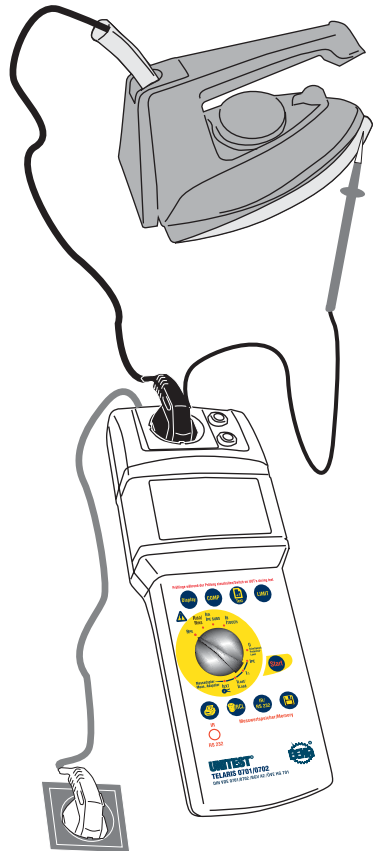

Bild 6.1: Messung des Schutzleiterwiderstandes
- ▶ Schließen Sie den UNITEST TELARIS 0701/0702 mit dem Netzanschlusstecker (1) an eine funktionstüchtige und ordnungsgemäß angeschlossene Schutzkontakt-Netzsteckdose an.
- ▶ Stellen Sie den Drehschalter 'Messfunktion' (15) auf die Schalterstellung 'RPE'.
- ▶ Stellen Sie mittels der Taste LIMIT (7) den Grenzwert für den Schutzleiterwiderstand ein.
- ▶ Stecken Sie den Netzstecker des Prüflings in die Prüfsteckdose (3).
- ▶ Verbinden Sie den PE-Prüfanschluss 'Sonde' (2) mit berührbaren leitfähigen Gehäuseteilen des Prüflings entsprechend Bild 6.1, achten Sie auf guten Kontakt mit der Oberfläche der Gehäuseteile.
- ▶ Drücken Sie die Taste „Start“ (9). Das blinkende Symbol für die Messeinheit im Display signalisiert den aktuellen Messvorgang.
- ▶ Lesen Sie den Messwert von der LC-Anzeige (6) ab. Das Symbol 'LIMIT' (21) zeigt bei eingeschalteter Grenzwertanzeige eine Überschreitung des Grenzwertes an.
- ☞ Das Gerät zeigt den Wechselstromwiderstand der Schutzleiterverbindung an. Mit der Taste "Anzeige" (17) können Sie während der Messung nacheinander die einzelnen Messwerte für den positiven und negativen Prüfstrom getrennt abrufen (Anzeigesymbol  $\Omega+$  und  $\Omega-$ ).
- ☞ Die Messergebnisse können durch Drücken der Taste  (10) abgespeichert werden. Hinweise zu Speichern von Messwerten siehe Abschnitt 7.1 und 7.2.